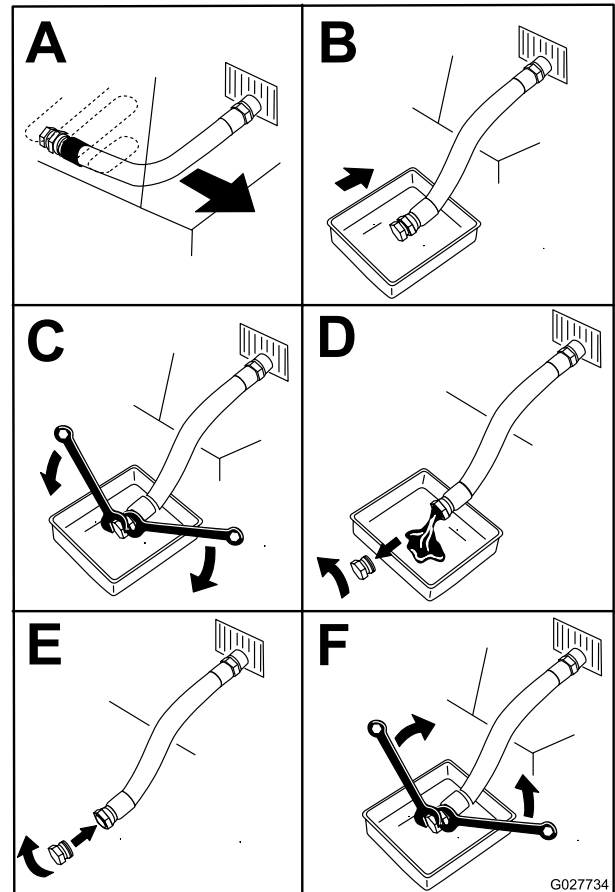

Figure 39
5. Vidangez l'huile moteur (Figure 39).